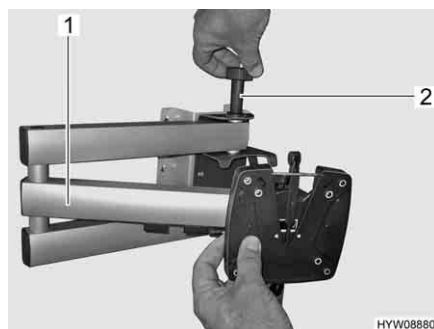
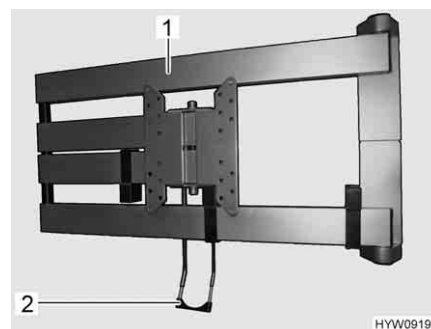

Fig. 82 Braccio snodato (raffigurato senza schermo piatto)
Fig. 83 Braccio snodato (alternativa)
- Tirare il bottone di sbloccaggio (Fig. 82,2) o la staffa di sbloccaggio (Fig. 83,2). Il braccio snodato (Fig. 82,1 o Fig. 83,1) è sbloccato.